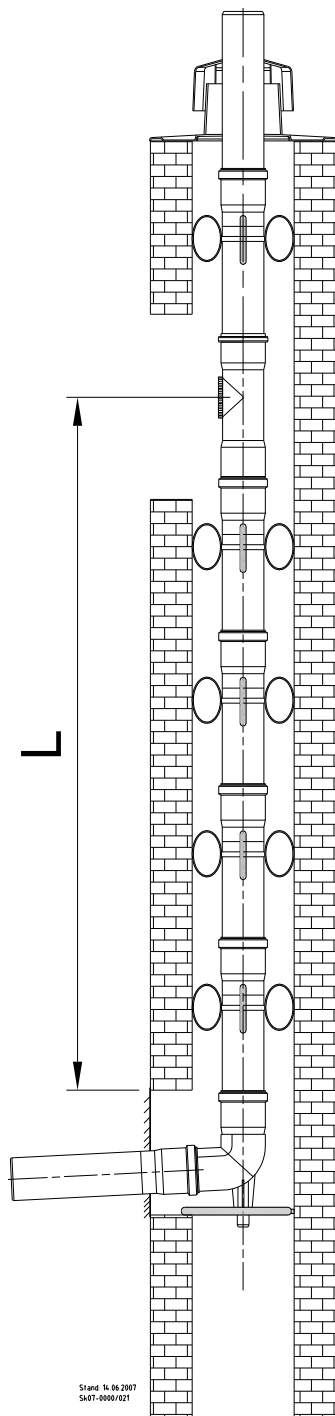

Abb. 108: Kaminsystem, starr, zur Ermittlung von Abstandsmaß L
- ➔ Ermitteln Sie das Maß L (s. Abb. 108) zwischen Stützbogen und Revisionsstück.